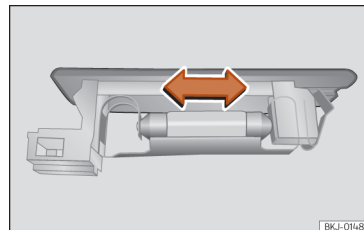

Рис. 178 Ліхтар освітлення багажного відсіку.
- Натиснувши поздовжньо, вийміть лампу з корпусу »» **рис. 178.**